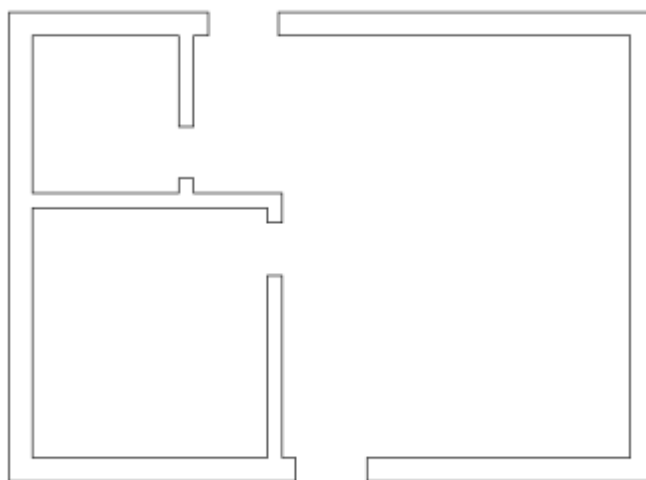

Рис. 7 С текущим слоем стены
1. Сделайте текущим слой *Стены* и выключите все остальные слои. Ваш чертеж будет похож на *Рис.7*: